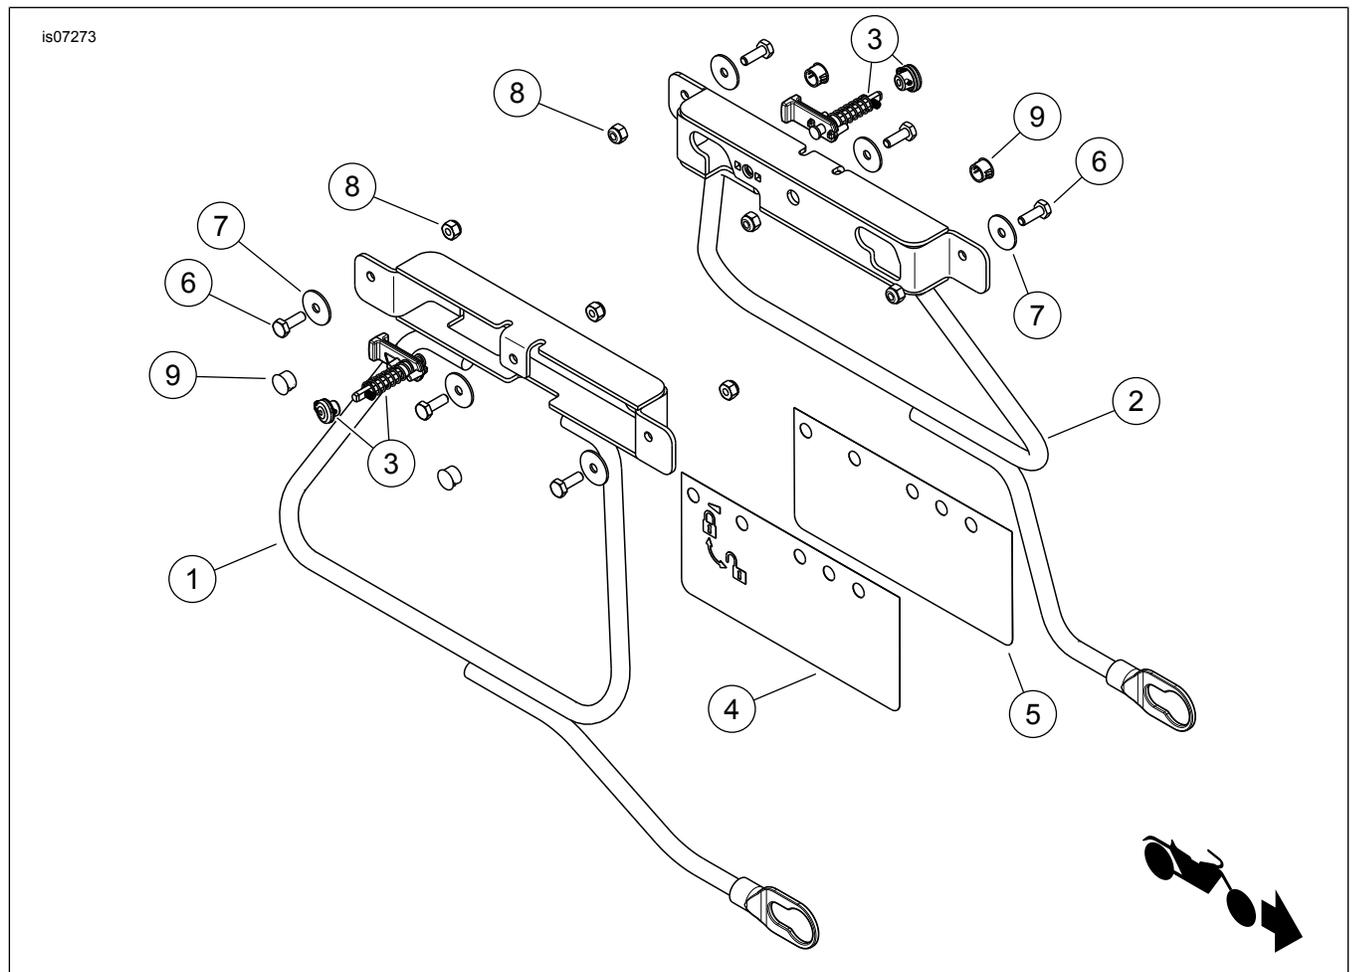

Figure 7. Pièces détachées : Kit de conversion de sacoche amovible Softail
- j. Voir Figure 7. Introduire l'axe de blocage (pièce du kit d'entretien 3) dans le support de montage. Placer le loquet dans le support et aligner les bossages carrés de montage avec les trous carrés du support. Installer le ressort sur l'axe et le loquet.
- l. Installer le support de montage (1 ou 2) sur la sacoche et l'attacher avec les vis (6), les rondelles (7) et les écrous (8). Introduire les vis depuis l'intérieur de la sacoche. Serrer à un couple de 8,1–10,8 N·m (72–96 in-lbs).
- n. Introduire les bouchons en plastique (9) dans les trous de la sacoche. Lorsqu'un kit de sacoche à sommet plat est utilisé, les bouchons doivent être introduits depuis l'intérieur de la sacoche. Le support de sommet plat capture alors le bouchon entre la sacoche et le support.